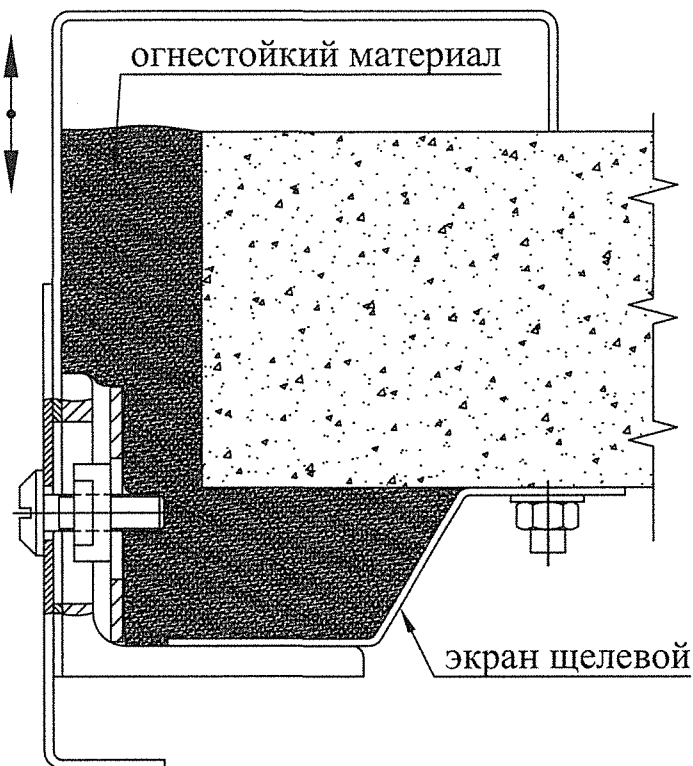

Рисунок 22 - Установка обрамлений противопожарных дверей с щелевым экраном
4.3 При расстоянии от ребра стойки до передней стены шахты более 20 мм допускается использование щелевого экрана из листовой стали для удержания наполнителя или раствора бетона. Для его установки один край листа задвиньте под стойку портала, а второй закрепите к стене дюбелями. Размер щелевого экрана выбирается по месту, исходя из глубины установки двери (расстояния до передней стены) (рисунок 22).